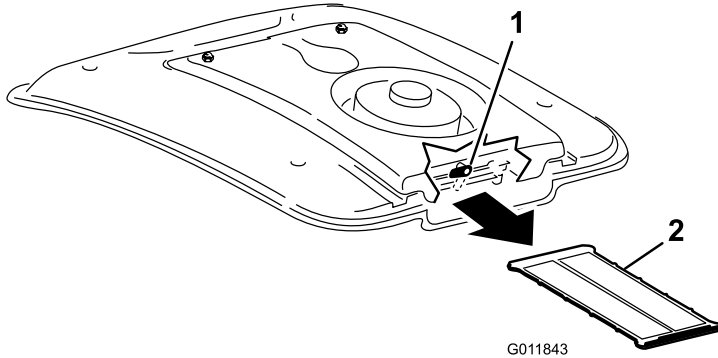

Figura 88
2. En la parte trasera del soporte del ventilador, gire el cierre a un lado (Figura 88).
3. Retire el filtro del aire acondicionado de debajo del serpentín del aire acondicionado (Figura 88).
4. Limpie la rejilla a fondo con aire comprimido (Figura 88).